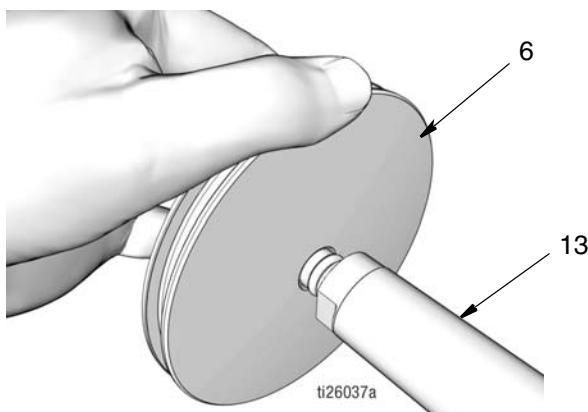

图 48
- 推活塞 (6) 在活塞杆 (13) 的端头上，直至其位于杆上 (图 48)。